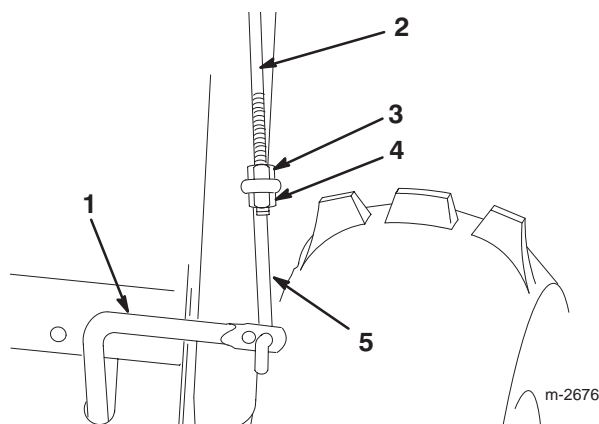

Figure 10
1. Vissez un écrou à embase (embase vers le bas) sur la tige de commande supérieure située sur le côté droit de l'ensemble mancheron (Fig. 10).
2. Passez la tringle inférieure dans le trou extérieur de la tige de commande inférieure (Fig. 10).
3. Insérez la tige de commande supérieure dans la boucle de la tringle inférieure (Fig. 10).
4. Vissez un contre-écrou à embase (embase vers le haut) sur le bas de la tige de commande supérieure, sous la boucle de la tringle inférieure (Fig. 10).
7. Corrigez la position de l'écrou à embase et du contre-écrou à embase (Figure 10) le cas échéant, pour obtenir le bon écartement entre le haut de la poignée et le bas de la manette de commande de traction.